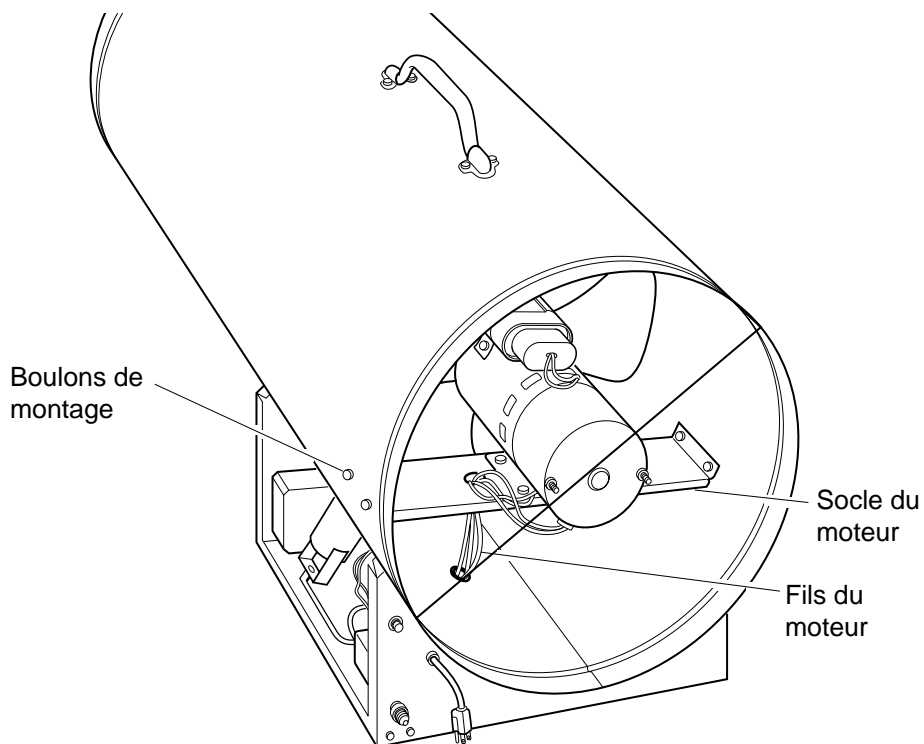

Figure 7 - Emplacement du ventilateur et du moteur
20. Acheminer les fils du moteur à travers le trou pratiqué dans le fond du boîtier (se reporter à la Figure 7 à la page 12).